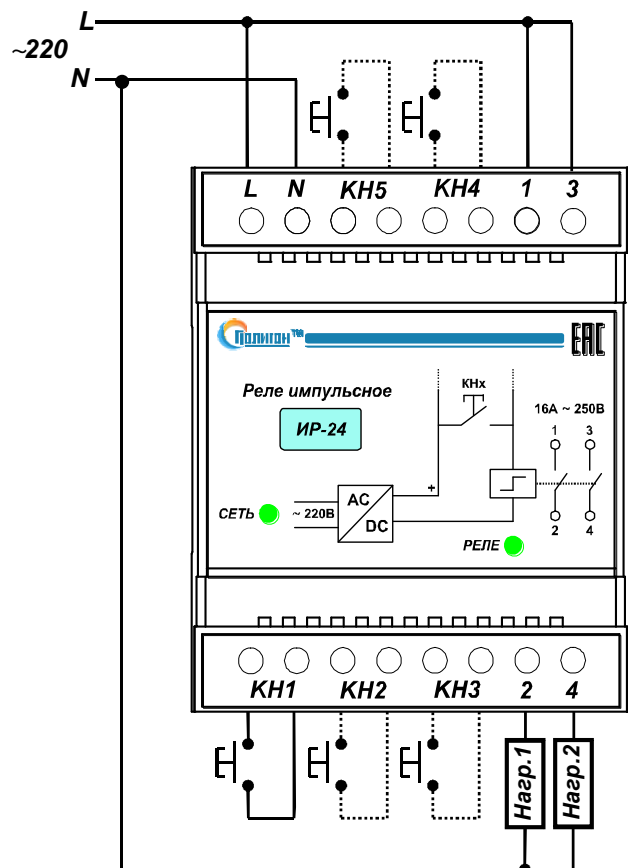

Рис.1. Подключение импульсного реле.
4.3. Произвести подключение входной сети, цепей нагрузки и цепей управления согласно маркировке (Рис.1.):